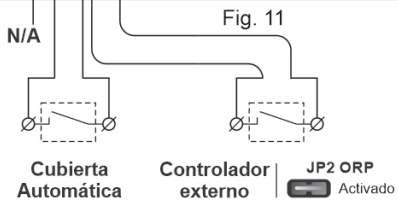

Fig. 11
- Sistema de AUTOLIMPIEZA DE ELECTRODOS: la frecuencia de inversión se puede seleccionar mediante el jumper "JP1" situado en la placa del control del sistema (Fig. 11). Esta configuración se hará efectiva cuando el equipo se desconecte y se vuelva a conectar.